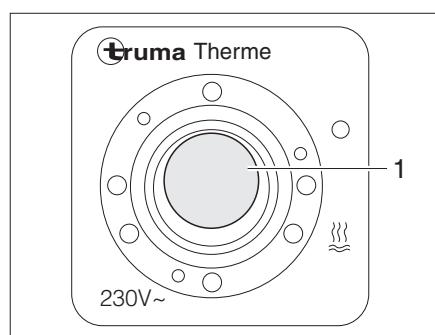

Fig. 122 Interruttore di comando per scaldaacqua
Con l'interruttore di comando (Fig. 122) si inserisce la modalità di funzionamento elettrico. La spia di controllo (Fig. 122,1) nell'interruttore deve accendersi.
- Inserire l'interruttore di comando (Fig. 122). La spia di controllo (Fig. 122,1) nell'interruttore si accende.
- Spegnere l'interruttore di comando (Fig. 122). La spia di controllo (Fig. 122,1) nell'interruttore si spegne.
- Spegnere l'interruttore di comando (Fig. 122). La spia di controllo (Fig. 122,1) nell'interruttore non si accende.